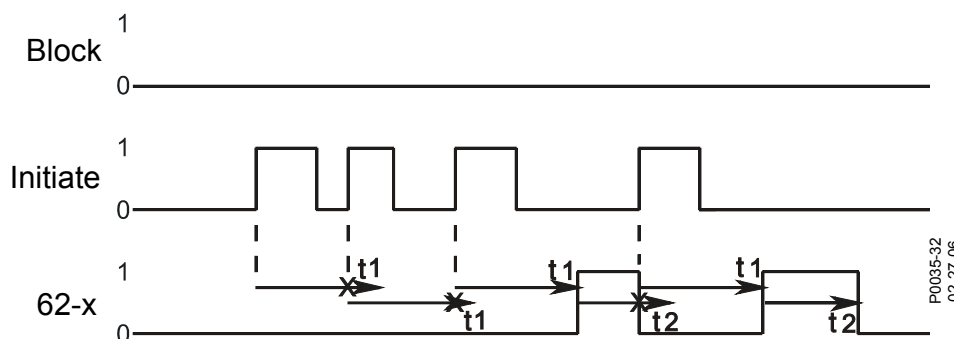

Figura 75-5. Modo monoestable/redesizable
Paso 7: Utilice el Explorador de Mediciones en BESTCOMSPi.us para abrir la pantalla Informes, Secuencia de eventos. Verifique que, aproximadamente 15 segundos después de la segunda señal de inicio de APAGADO a ENCENDIDO de 43-1, la salida del cronómetro 62-1 haya pasado a ser verdadera. Verifique que la salida del cronómetro haya pasado a ser falsa cuando la tercera señal de inicio de APAGADO a ENCENDIDO estableció que se reinicie el retardo de 62-1. La Figura 75-5 ilustra la relación de cronometraje del interruptor 43-1 y el cronómetro 62-1.